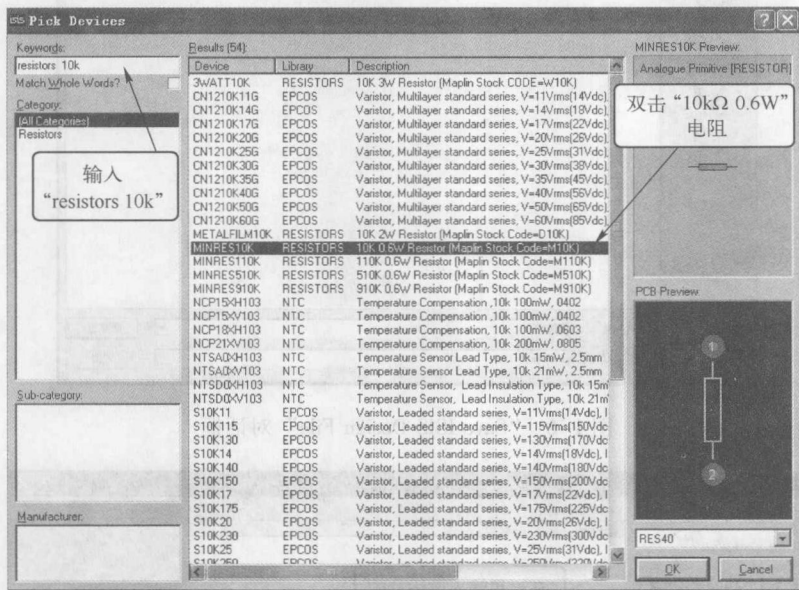

图 1-9 10k Ω 0.6W 电阻的选择
(2) 添加电阻和电阻排。打开“Pick Devices”对话框，在“Keywords”文本框中输入“resistors 10k”，“Results”列表中则显示出各种功率的 10k Ω 电阻，如图 1-9 所示。在“Results”列表中双击“10k Ω 0.6W”电阻，将其添加到对象选择器。